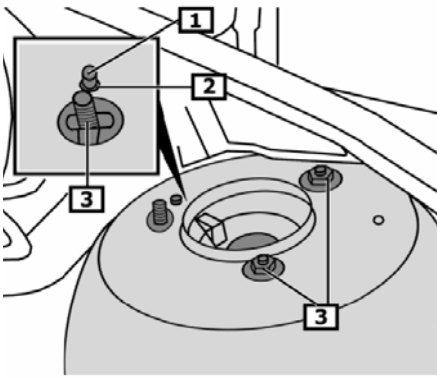

Fig. 5
- **Fig. 5** Obere Federbeinbefestigung: Bei fehlendem Zentrierzapfen muss die Lage des Domlagers zum Radhaus markiert werden.
- Befestigungsmuttern (3) abschrauben und Federbein entnehmen.
- **Fig. 5** Upper suspension strut attachment: If there is no centering pin, the position of the dome bearing with respect to the wheelhouse must be marked.
- Unscrew fastening nuts (3) and remove suspension strut.
- **Fig. 5** Fixation supérieure de jambe de force : en cas d'absence de goupille de centrage, marquer le positionnement du palier de barre antirapprochement par rapport à l'arche de roue.
- Dévisser les écrous de fixation (3) et enlever la jambe de force.
- **Fig. 5** Sujeción superior del amortiguador: En caso de no disponerse de bulón de centrado, será necesario marcar la posición del cojinete de sujeción con respecto al paso de rueda.
- Desatornillar las tuercas de sujeción (3) y retirar el amortiguador.